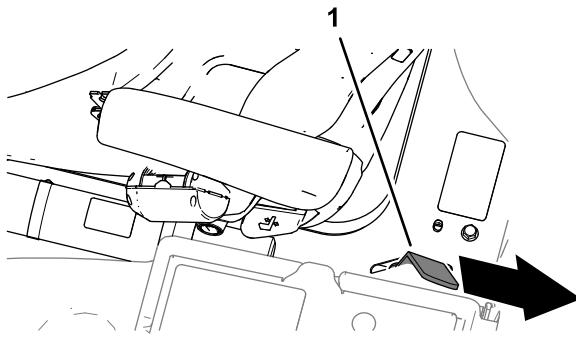

Figure 44
3. Abaissez complètement la plate-forme et déplacez la poignée de verrouillage vers l'arrière de la machine jusqu'à ce que les crochets du verrou s'engagent complètement sur la barre de verrouillage (Figure 44).